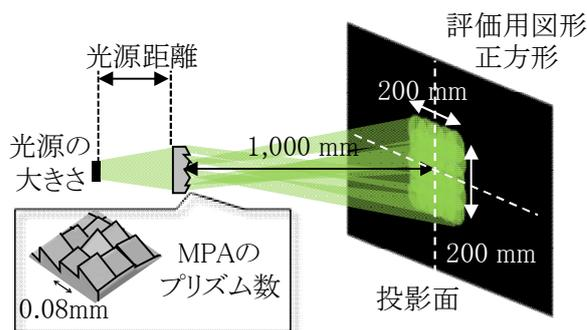
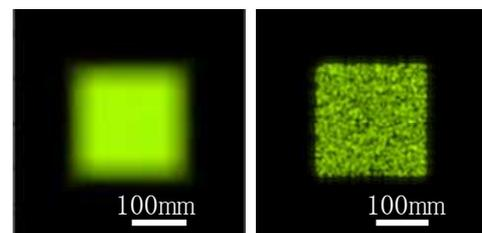

図1 MPAで正方形図形を投影する光学系
図2 光学シミュレーションの結果 (左図は輪郭のぼけ、右図は明るさむらが目立つ投影像。)
- 設計パラメータ (プリズム数、光源距離、光源の大きさ) を変えて設計した正方形図形を投影するMPA (図1) の投影像を光学シミュレーションで予測しました (図2)。その結果から、以下の設計指針が得られました。